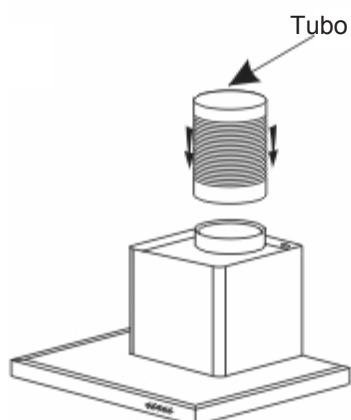

fig. 5
- Enrosque la funda extensible (no incluida) para evacuación sobre la salida del motor sin obstruir los movimientos de la válvula de retención.(fig. 5)
- Conecte la funda a la salida del aire hacia el exterior (fig. 5)